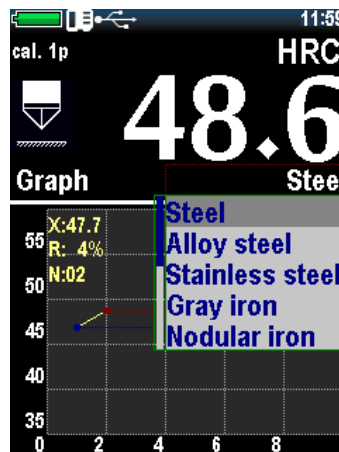

Abb. 2.7 - Materialauswahl
6. Wählen Sie das Material aus, das getestet werden soll. Öffnen Sie durch Drücken von  das Auswahlmenü (Abb. 2.7), wählen Sie mit den Tasten  und  das gewünschte Material aus (steel, alloy steel, stainless steel, gray iron, ductile iron (<Nodular Iron>), aluminum, brass, bronze, copper / Stahl, legierter Stahl, Edelstahl, Grauguss, duktiles Eisen (<Knoteneisen>), Aluminium, Messing, Bronze, Kupfer, Benutzermaterial (<USER. 1>, <USER. 2>).